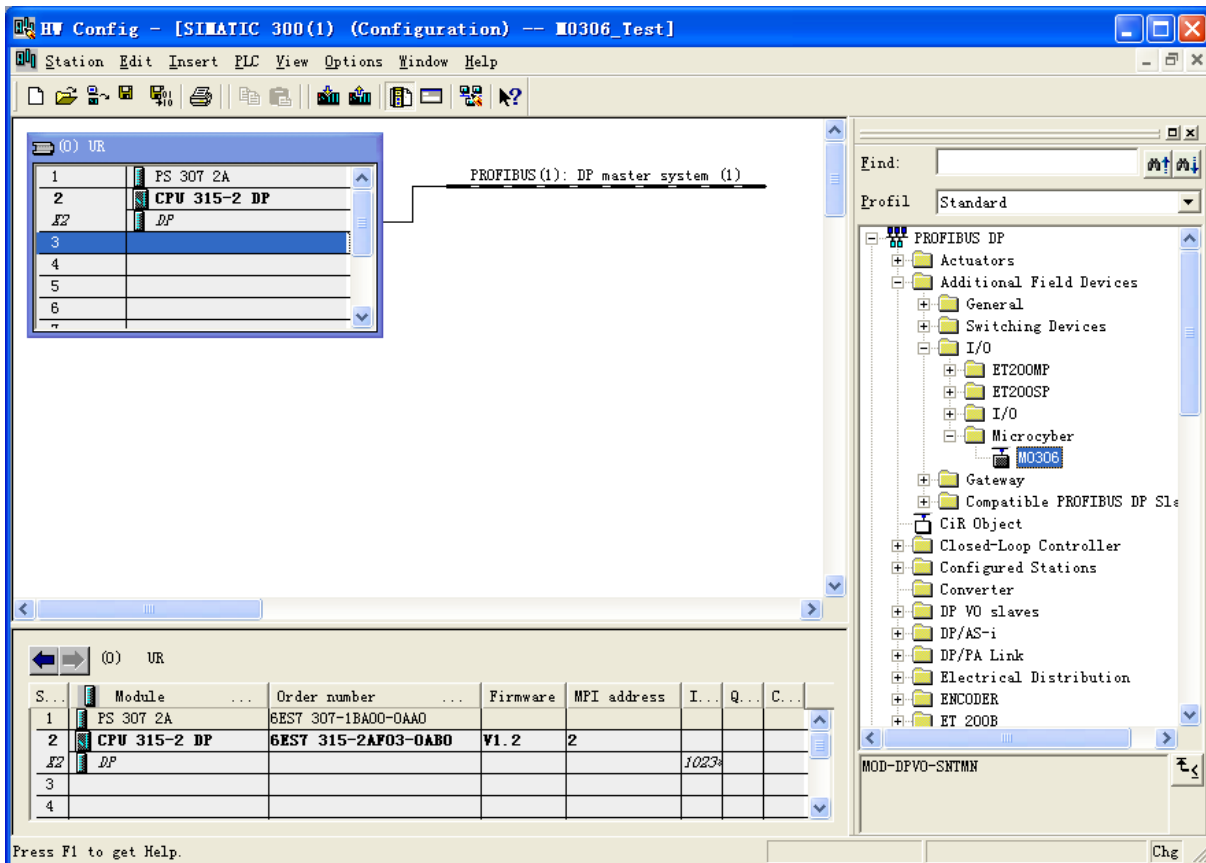

图 4.39 设备登录
- c) 点击 OK 按钮，关闭导入 GSD 文件窗口。刚刚安装的 M0306 设备会出现在硬件组态界面的右侧树形列表中，如下图 4.39 所示：